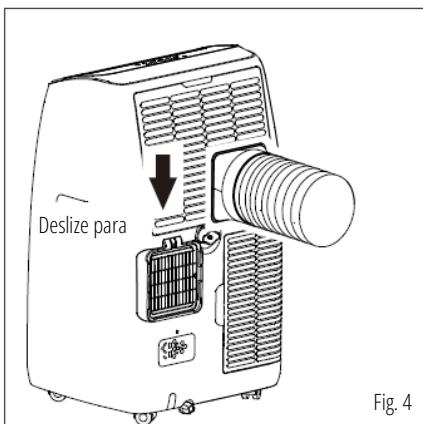

Fig. 4
- 4) Instale a entrada da mangueira na unidade. (Fig. 4)